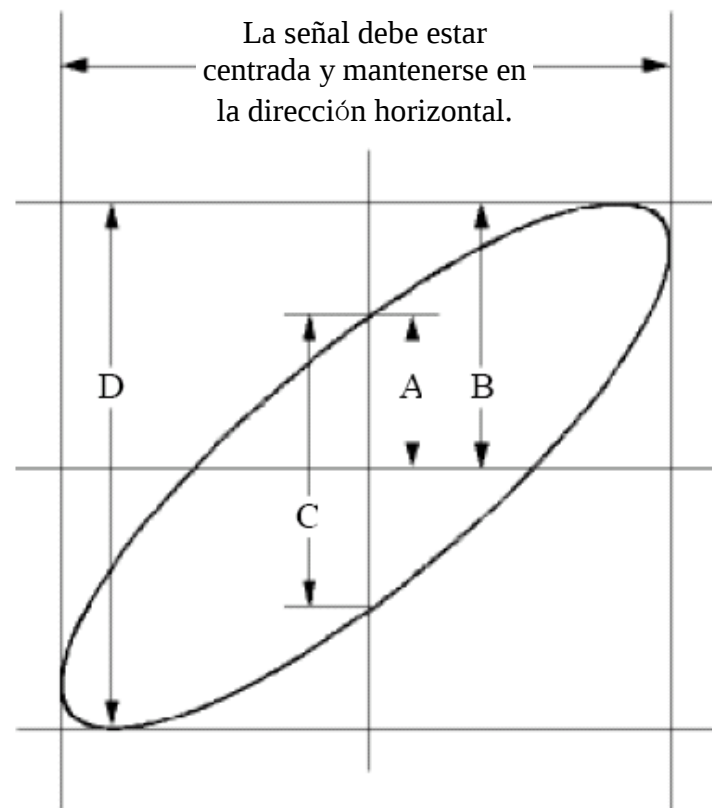

Figura 0-6 Gráfico de Lissajous
- (1) Ajuste el coeficiente de atenuación del menú de la sonda para **10X** y el del interruptor de la sonda para **10X** (véase "**Fehler! Verweisquelle konnte nicht gefunden werden.**" en **P**Fehler! Textmarke nicht definiert.).
- (2) Conecta la sonda del canal 1 a la entrada de la red y la del canal 2 a la salida de la red.
- (3) Pulse el botón **Autoset**, con el osciloscopio encendiendo las señales de los dos canales y mostrándolas en la pantalla.
- (4) Gire la perilla de **la Escala Vertical**, haciendo que las amplitudes de dos señales sean iguales en lo grueso.
- (5) Pulse el botón de **Adquisición** para que aparezca el menú de la derecha.
- (6) En el menú de la derecha, seleccione **Modo XY** como **ON**. El osciloscopio mostrará las características de entrada y terminales de la red en forma de gráfico de Lissajous.
- (7) Gire los mandos de **Escala Vertical** y **Posición Vertical**, optimizando la forma de onda.
- (8) Con el método del oscilograma elíptico adoptado, observe y calcule la diferencia de fase (véase *Figura 0-6*).